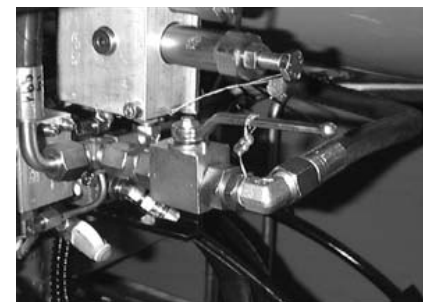

fig. 13
**EMERGENCY tap lever** fig. 13.